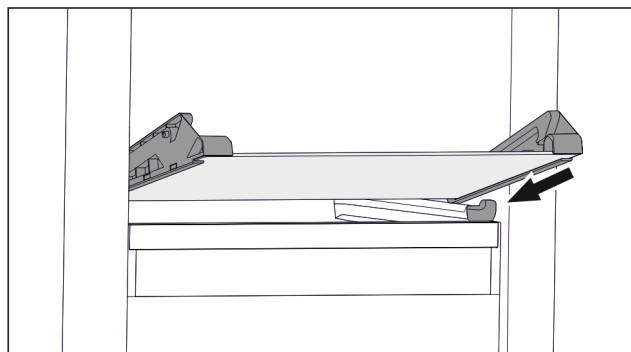

Fig. 73 Skleněná deska odklápěcí zásuvky
- ▶ Nasadte skleněnou desku šikmo za zářezky. (viz Fig. 73)